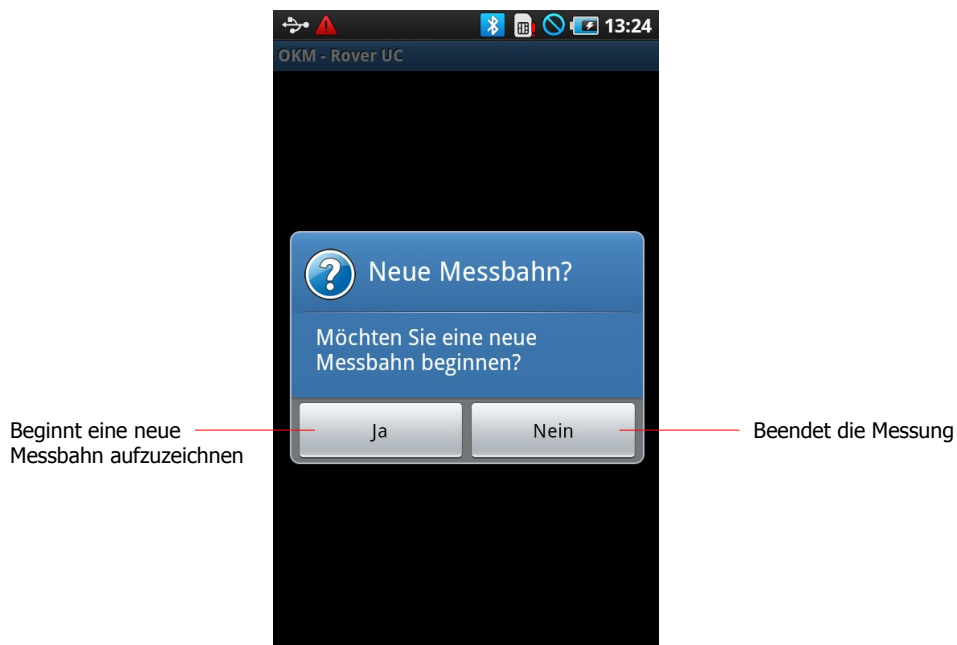

Abbildung 10.3: Neue Messbahn beginnen
Das Gerät ist jetzt zur Messung der 1. Bahn bereit. Sobald Sie die Multifunktionstaste an Ihrer Teleskopsonde betätigen bzw. die Schaltfläche "Ja" drücken, werden in kurzen Abständen Messwerte aufgezeichnet. Dabei werden kurze Signaltöne über den internen Lautsprecher des Smartphones ausgegeben. Anhand dieser Töne und der grafischen Darstellung im Smartphone können Sie Ihre Laufgeschwindigkeit koordinieren. Laufen Sie nach dem Beginn der 1. Messbahn langsam und gleichmäßig zum Punkt ② des Messfelds. Sie müssen versuchen, so langsam bzw. schnell zu gehen, dass Sie mit dem Ende der Messwertaufzeichnung am Punkt ② ankommen. Das Gerät zeigt jetzt wieder die Meldung aus Abbildung 10.3 an und befindet sich in der Warteposition.